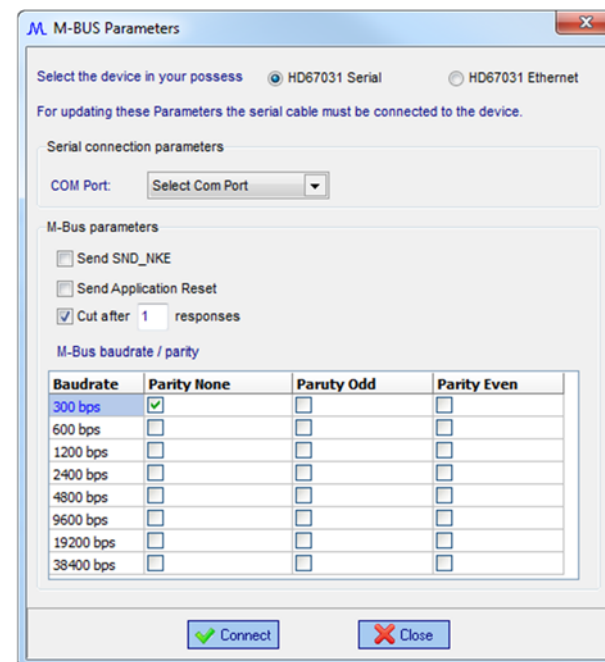

Abb. 6a: M-Bus Parameters / Auswahl Serial
Unter „**Select the device in your possess**“ wählen sie zunächst Ihr Gerät aus. Dadurch verändert sich die Eingabemaske (Abb. 6a oder Abb. 6b):
- Verwenden Sie ein älteres HD67031 mit serieller Schnittstelle, wählen Sie bitte „**HD67031 Serial**“ und wählen unter „**COM Port**“ Ihren seriellen Port aus, welchen Sie für die Verbindung zum Gerät verwenden möchten (Abb. 6a).